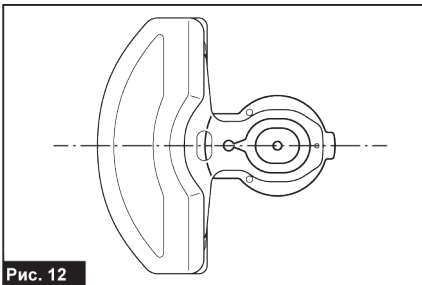

Рис. 12
5. Отрегулируйте режущие ножи и плиту основания так, чтобы отверстие в плите основания и два выступа на режущих ножах располагались на одной линии (рис. 12).